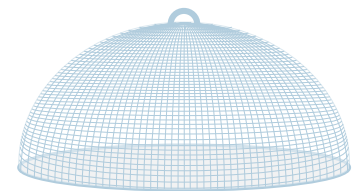

Figura 10. Para proteger el equipo durante el secado al aire se puede emplear una cubierta de tela metálica para alimentos como la que aparece en la imagen.
b) Usar guantes estériles o sometidos a desinfección de alto nivel, una máscara y un gorro para colocar el equipo en una superficie sometida a desinfección de alto nivel situada bajo una cubierta de tela metálica que lo proteja frente a alimañas. La **Figura 10** muestra un ejemplo de cubierta de tela metálica. Aun así, se debe tener cuidado para proteger el equipo frente al polvo y otros contaminantes ambientales. La cubierta de tela metálica también debe someterse a desinfección de alto nivel de forma regular (por ejemplo, lavándola con agua jabonosa, secándola y pasándole una gasa limpia empapada en solución de cloro al 0,5 %). Durante el proceso, utilizar una máscara para evitar la contaminación del material desinfectado.